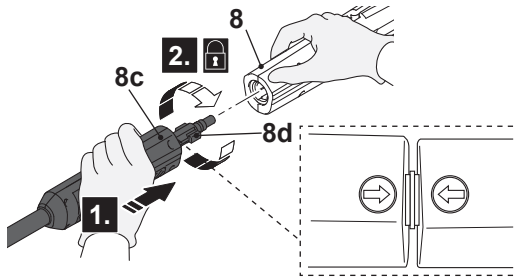

Fig. 5
- > Aliniați limbile (8d) lancei de extindere (8c) cu canelurile portului de conectare al pistolului de pulverizare (8) și introduceți-l. (Fig. 5 pasul 1).
- > Potriviiți cu siguranță lancea de extindere (8c) rotind-o în sens orar pentru a o bloca în poziție (Fig. 5 pasul 2). Asigurați-vă că săgeata de pe pistolul de pulverizare se aliază cu săgeata de pe lancea de extindere.